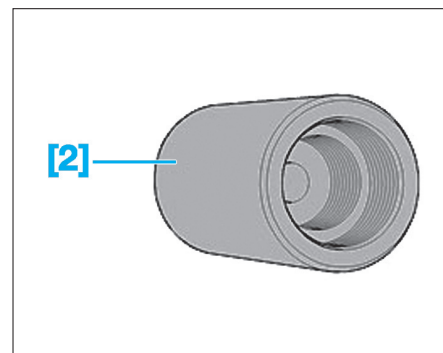

Fig. 9
- [2]. Manchon fileté d'extraction (réf : 0410-A) (Fig.9).